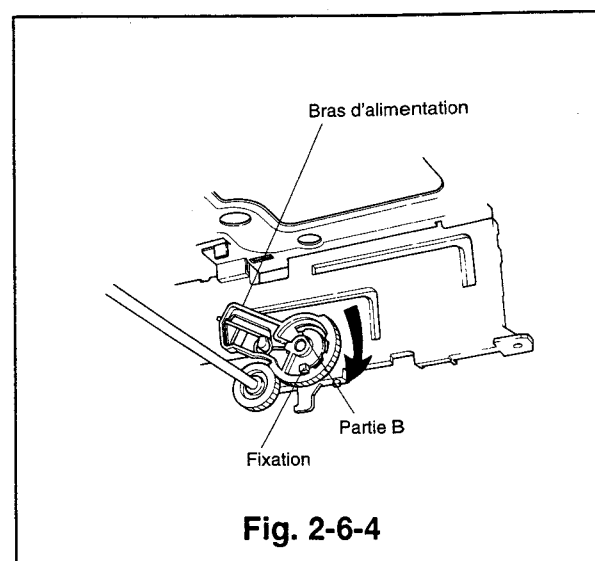

Fig. 2-6-4
- 7) Tourner le bras d'alimentation dans le sens indiqué par la flèche pour mouvoir la partie B, illustrée dans la Fig.2-6-4, de façon à ce qu'elle soit alignée avec la fixation. Défaire la fixation pour déposer le bras d'alimentation.
- 2) Remonter le bras d'alimentation dans la position indiquée dans la Fig. 2-6-4. (Aligner la fixation avec la partie B du bras d'alimentation.)